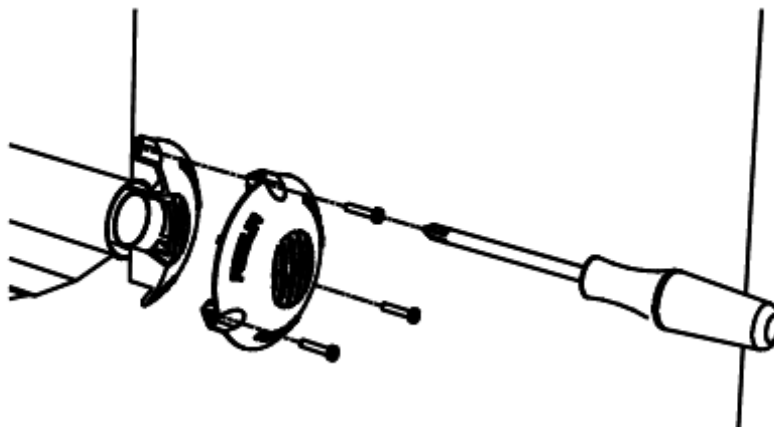

Рисунок 15 – Установка защитной сетки на разъём
1. Алюминиевая защитная сетка устанавливается на разъём трубы с наружной стороны здания. Для установки необходимо совместить заглушку с разъёмом, и наметить три отверстия для крепёжных винтов (см. Рисунок 15).
3. Установите разъём на место, и закрепите его при помощи винтов (см. Рисунок 15).